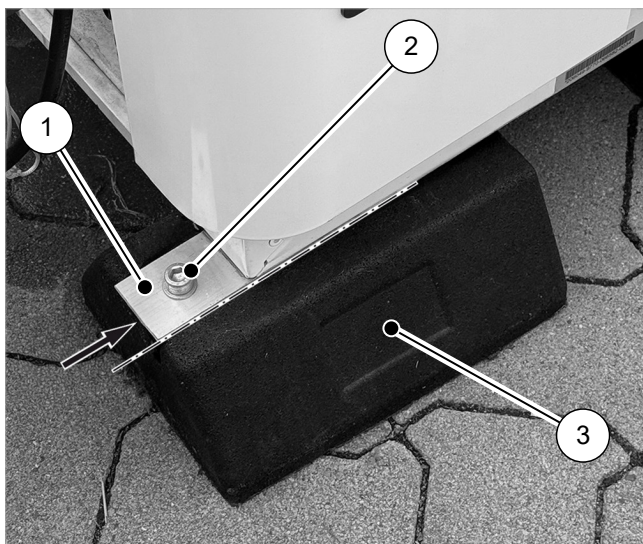

Fig. 9: Avvitare la pompa di calore sugli smorzatori di vibrazioni
5. Avvitare una vite con rondella (2) nel rispettivo dado per scanalatura secondo ➔ Fig. 9.
Allineare l'antivibrante secondo ➔ Fig. 9 in modo che il supporto di montaggio dell'antivibrante WP Lea abbia la massima superficie di contatto possibile sulla guida dell'antivibrante. La faccia verticale dell'antivibrante deve essere a filo con il supporto di montaggio dell'antivibrante WP Lea (freccia).